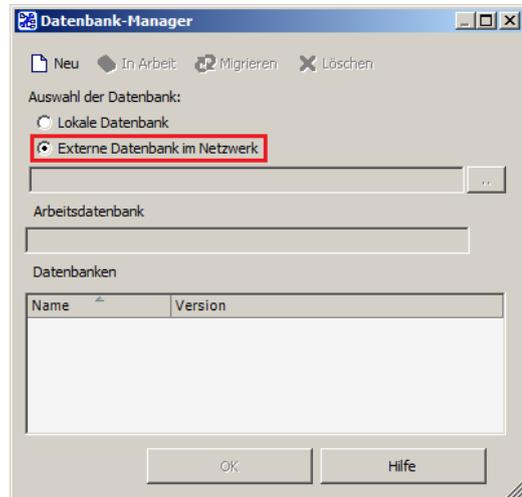

Abbildung 16
- 4.2. In Schritt 1 (Abb. 16) geben Sie den Installationsordner der Standard Parts als UNC-Pfad ein (z. B.: \\Servername\Ordnername\Solid Edge Standard Parts).